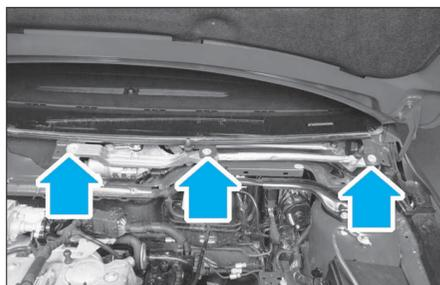

FIG. 24
- les (3) vis de fixation du mécanisme d'essuie-glace AV (Fig.24).